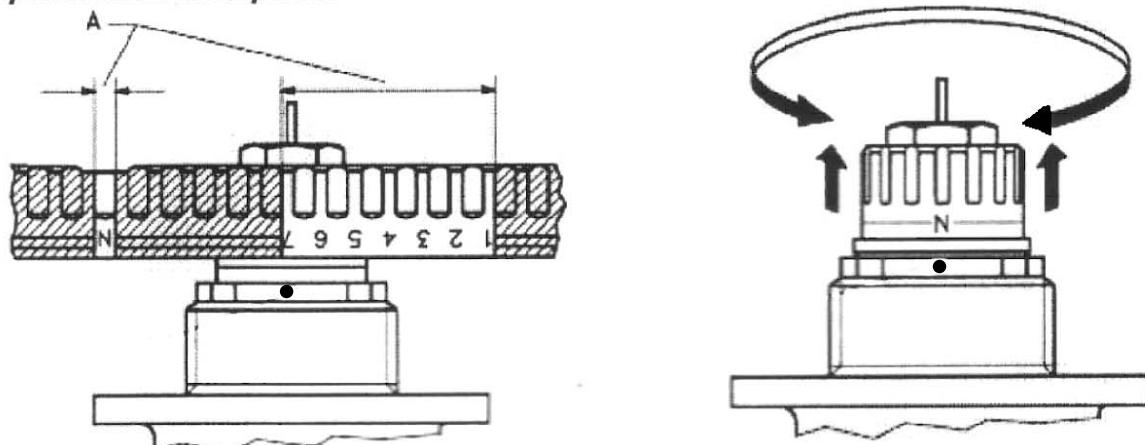

Рисунок 1 – Предварительная настройка клапана
- предварительная настройка клапана при наладке системы отопления производится легко и точно без использования специальных инструментов (см. рис.1)
- попередня настройка клапана при настройці системи опалення виконується легко і точно без використання спеціальних інструментів (див. рис.1):